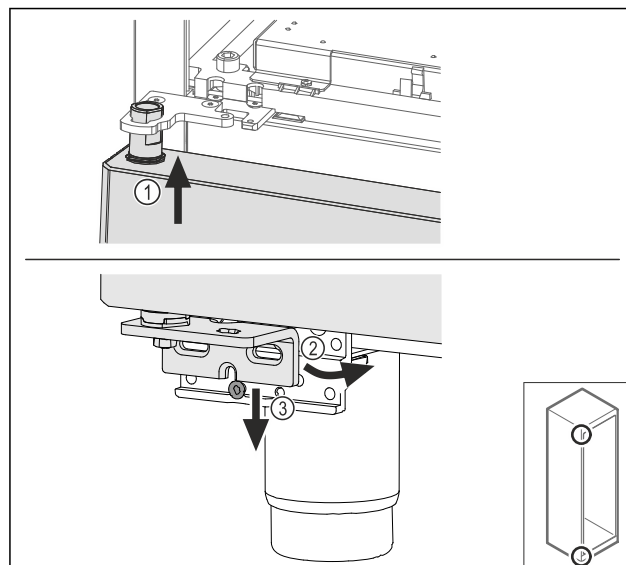

Fig. 64
- Tür leicht gekippt oben einfädeln Fig. 64 (1), Tür gerade ausrichten Fig. 64 (2) und unten auf die Lagerbockschraube Fig. 64 (3) aufsetzen.